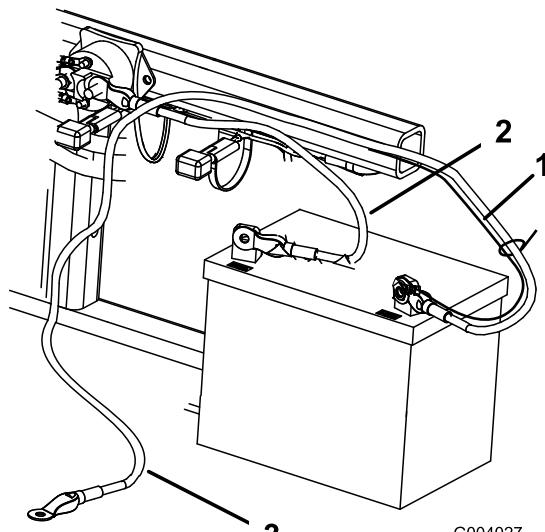

Figure 5
3. Fixez le petit câble noir et le câble négatif (noir) à la borne négative (-) de la batterie avec un boulon (1/4 x 5/8 po) et un contre-écrou (1/4 po) (Figure 5).
2. Fixez le câble positif (rouge) à la borne positive (+) avec un boulon de 1/4 x 5/8 po et un contre-écrou (Figure 5).